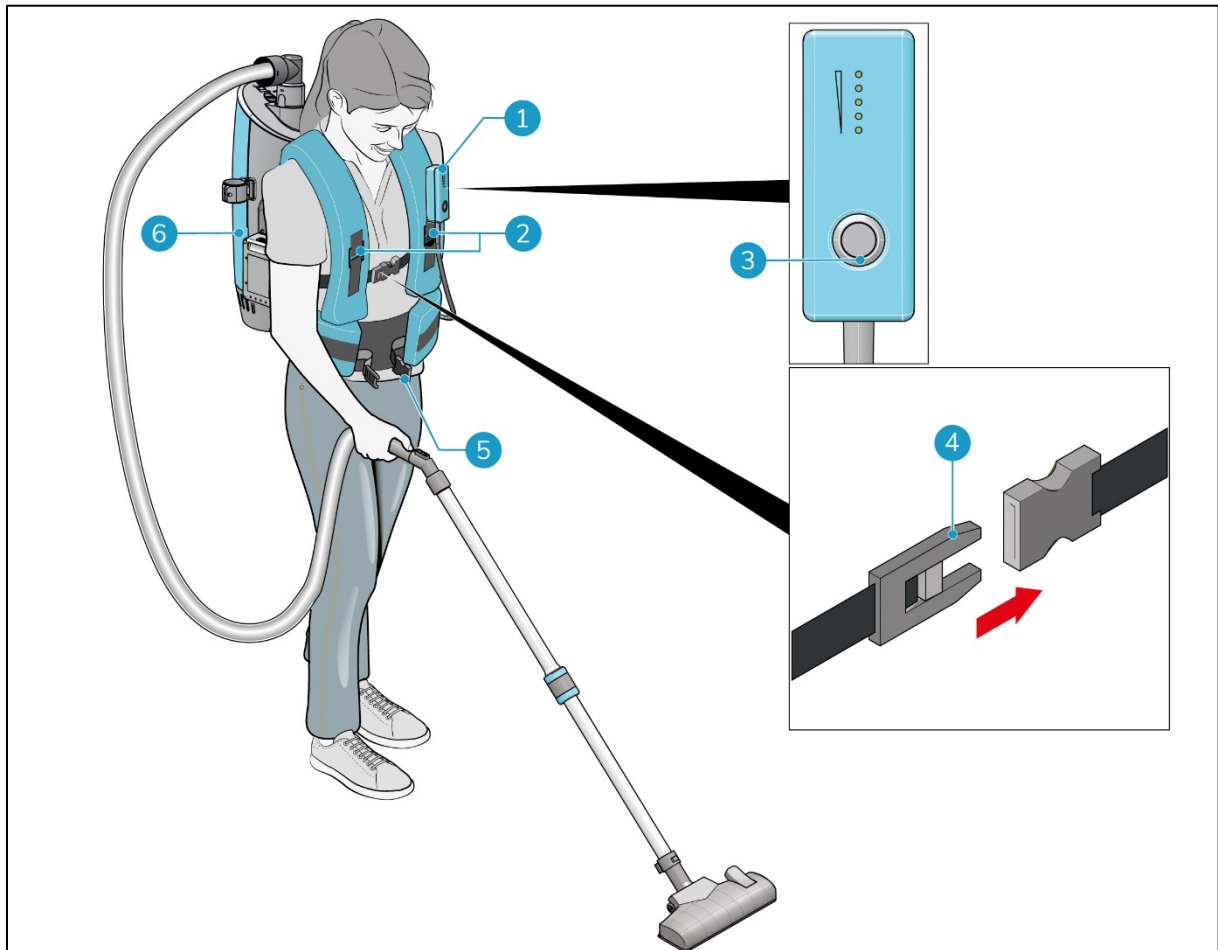

Abbildung 15
5. Heben Sie sich den i-move® 2.5B auf den Rücken (Abbildung 15, Pos. 6).
6. Schließen Sie den Hüftgurt und stellen Sie ihn so ein, dass er bequem sitzt (Abbildung 15, Pos. 5).
7. Ziehen Sie die 2 Schnallen so fest, dass sie bequem sitzen (Abbildung 15, Pos. 2).
8. Schließen Sie die Schnalle auf der Vorderseite (Abbildung 15, Pos. 4).
9. Befestigen Sie die Fernbedienung am Hüftgurt oder an einer der Schlaufen (Abbildung 15, Pos. 1).
10. Drücken Sie den ON/OFF-Schalter (Abbildung 15, Pos. 3), um den i-move 2.5B einzuschalten.
1. Drücken Sie den ON/OFF-Schalter (Abbildung 15, Pos. 3), um den i-move® 2.5B auszuschalten.
2. Öffnen Sie die vordere Schnalle (Abbildung 15, Pos. 4).
3. Öffnen Sie die beiden Schnallen (Abbildung 15, Pos. 2).
4. Öffnen Sie den Hüftgurt (Abbildung 15, Pos. 5).
5. Nehmen Sie die Fernbedienung vom Hüftgurt oder von einer der Schlaufen ab (Abbildung 15, Pos. 1).